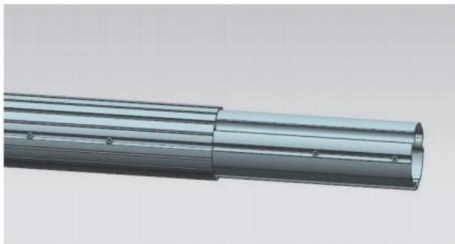
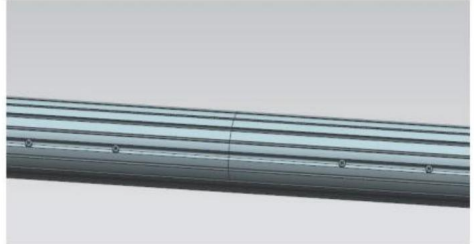

Figure D8
Figure D9
3.4 Retirez les tuyaux de raccordement aux deux extrémités de la bobine centrale jusqu'au rouge position limite et assemblez les extrémités gauche et droite du tube. Fixez la connexion avec la vis A. (Figure D8, Figure D9)